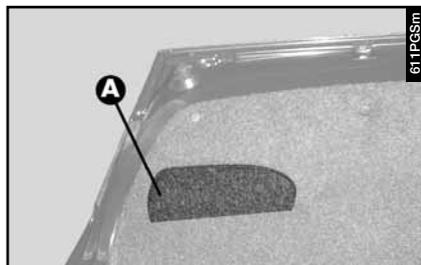
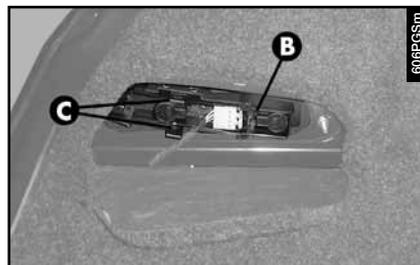

fig. 56
fig. 57
– Abaisser le guichet (**A-fig. 56**) du revêtement du coffre à bagages en correspondance du feu intéressé et sortir le groupe porte-lampe (**B-fig. 57**) en agissant sur les languettes de retenue (**C**).
– Remettre le groupe porte-lampes en le fixant correctement en position à l'aide des languettes de retenue (**C-fig. 57**).